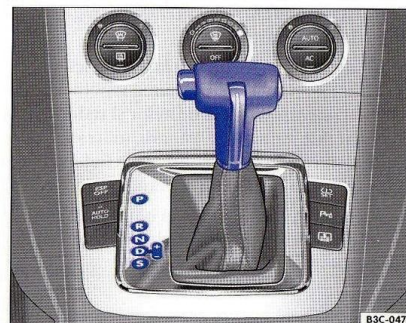

Fig. 8 Imagine din consola centrală: Selectorul de viteze al cutiei automate / cu cuplaj dublu DSG.
- Mențineți apăsată tasta (din partea stângă a selectorului) ⇒ fig. 8 și selectați o treaptă de viteză (R, D sau S). Eventual se simte un ușor șoc.